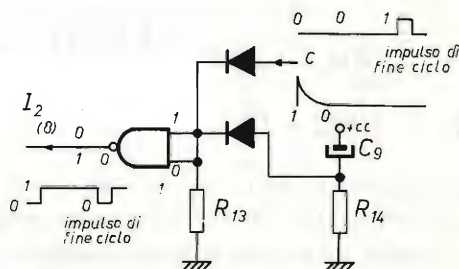

figura 10
e vi rimane anche quando cessa il transitorio positivo dovuto a C9 - C14, circostanza che porta da 0 a 1 l'ingresso 12 (8) del bistabile (figura 10).